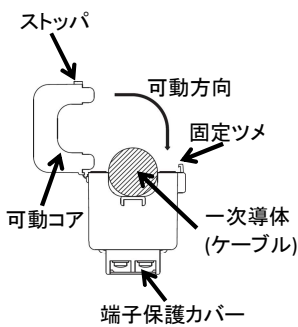

図1
- 1) 可動コアの固定つめを押し、噛み合わせをはずして可動コアを開いてください(図 1)。電流センサの取付け方向(図 3の電源側, 負荷側)を間違えないようK, Lの記号を確認して, ケーブルを下からくぐらせます。